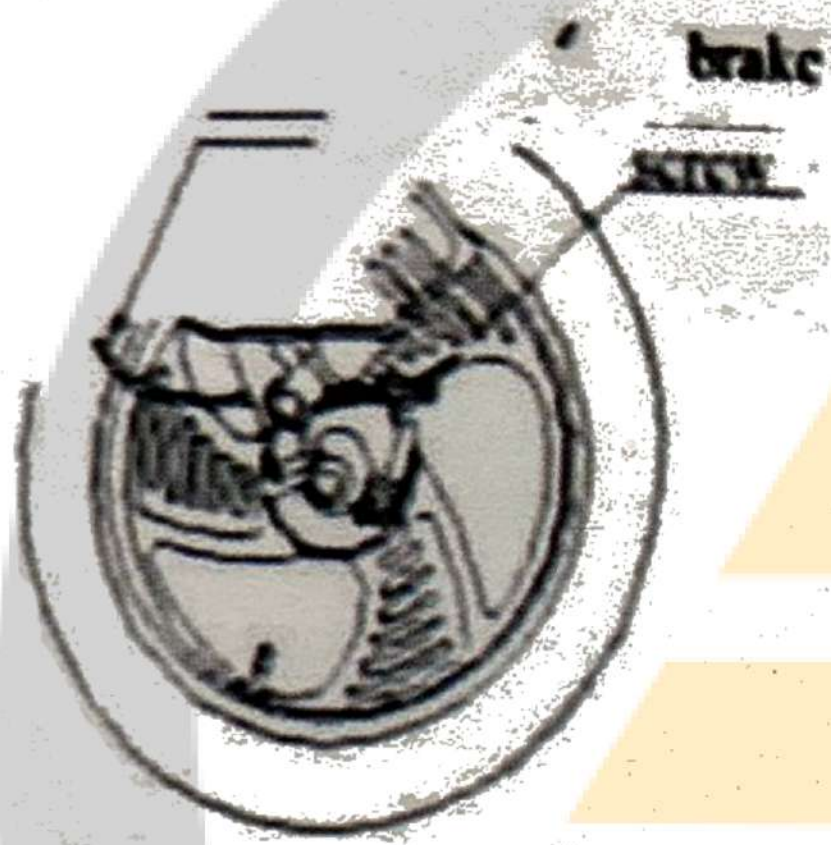

Figura 5-5 Referencial
1. El método de ajuste sobre el sistema de freno ubicado en la parte frontal del vehículo se realiza según se muestra en la figura 5-5. Si siente que el sistema de freno no funciona correctamente, debe ajustar el eje del mismo girando el tornillo del sistema de freno en sentido horario hasta que la palanca del freno (figura 5-4) pueda jalarse hasta una distancia equivalente a $\frac{2}{3}$ de L , es ahí donde la llanta delantera podrá detenerse correctamente al frenar. Si siente que la rueda está atascada (el eje del freno roza con las pastillas de freno) deberá ajustar nuevamente